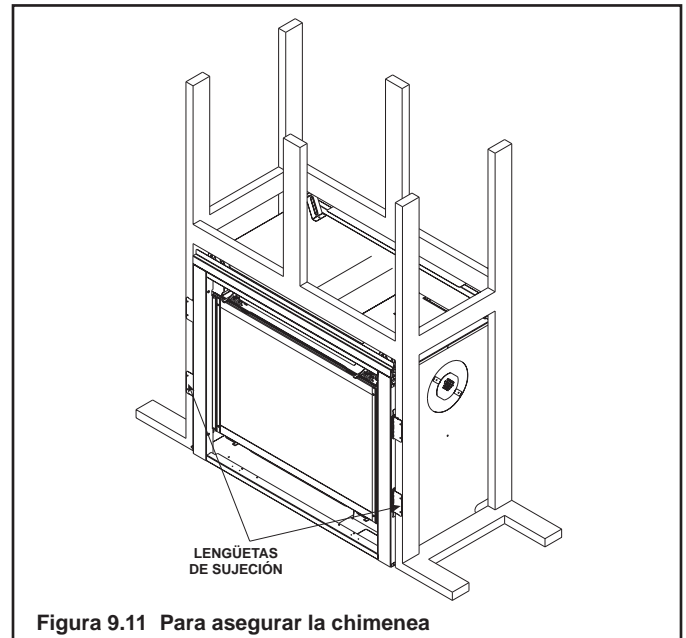

Figura 9.11 Para asegurar la chimenea
8. Utilice las lengüetas de sujeción para asegurar la chimenea al armazón con tornillos o clavos. Es aceptable utilizar correa de fontanero para asegurar la chimenea al armazón si es necesario. Consulte la Figura 9.11. Asegúrese de mantener las distancias de separación a los materiales combustibles.